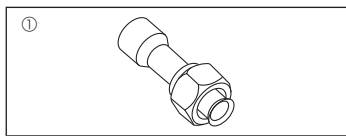

Fig. 1-1
1.6. Accessoires van het buitenapparaat (Fig. 1-1) (SHW230)